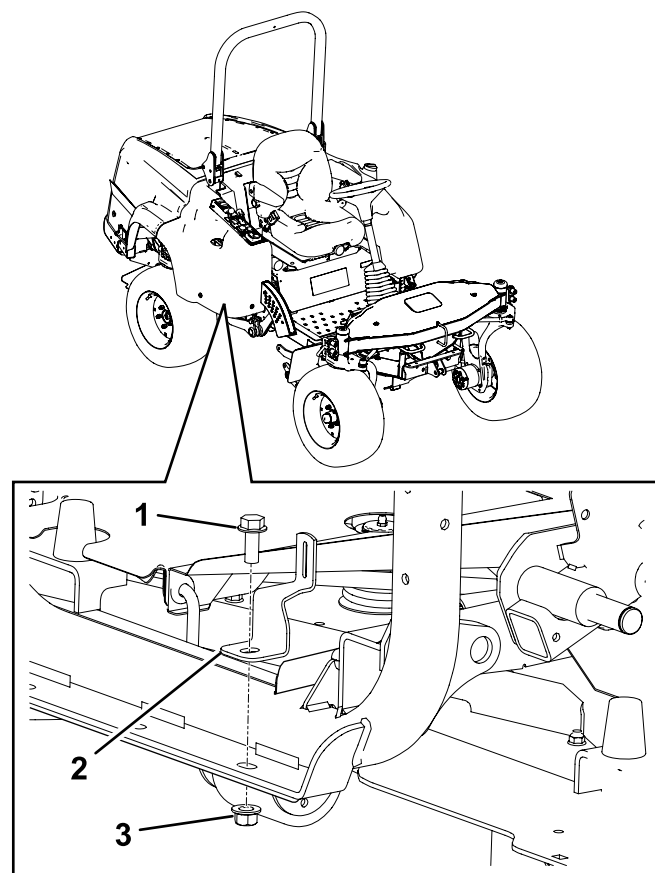

Figura 24
2. Instale o suporte do resguardo ao lado direito da estrutura com a porca e parafuso removidos no passo anterior (Figura 24).